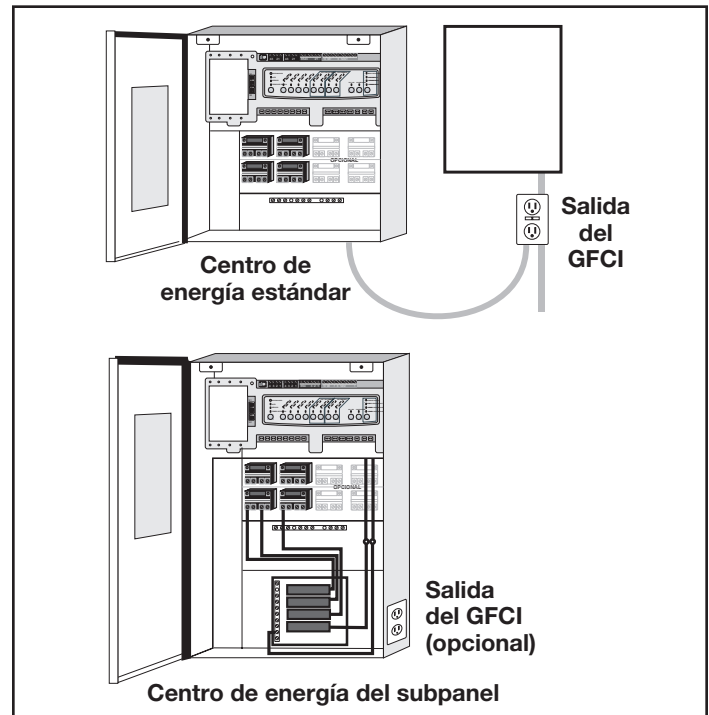

Figura 6. Instalación del GFCI para la iluminación sumergida de alto voltaje
1. Para un centro de energía estándar, instale una toma de GFCI o un RCD junto al panel del disyuntor. Para un centro de energía del subpanel, instale una toma de GFCI en el centro de energía (utilice el troquel que se suministra del lado derecho del centro de energía del subpanel). Consulte la Figura 6.